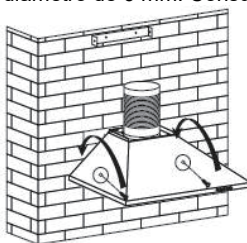

Imagen 5
7. Cuelgue el electrodoméstico en el gancho y fíjelo con los 2 tornillos de seguridad (4 mm x 30 mm). Nota: Los dos orificios de ventilación de seguridad están situados en la carcasa trasera, con un diámetro de 6 mm. Consulte la imagen 5.